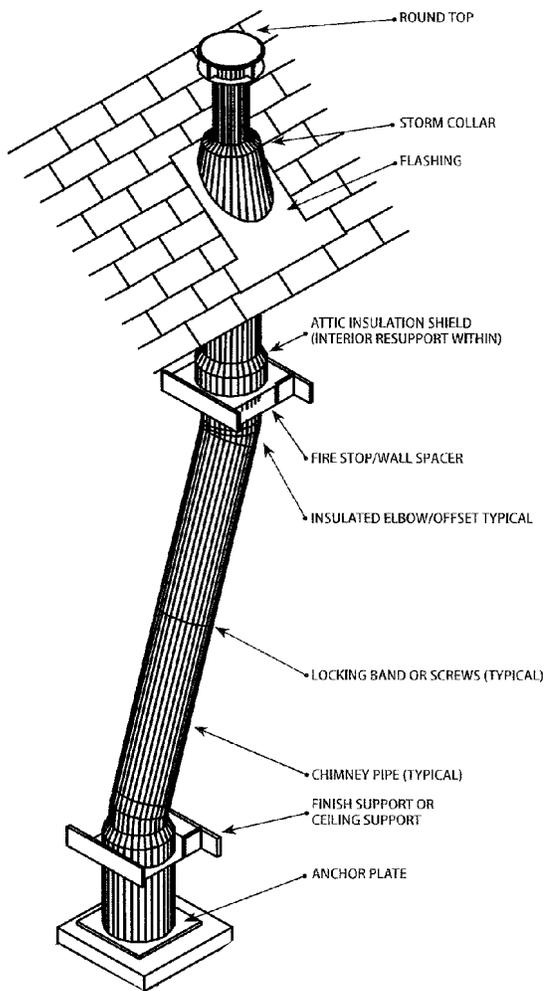

Figure 25. Construction d'une cheminée en métal
- B. Continuez l'installation de la cheminée comme indiqué sur la figure 25. Au fur et à mesure que la cheminée se prolonge dans le grenier jusqu'au toit, fixez des sangles de fixation aux chevrons et aux solives, au besoin, pour assurer la stabilité.